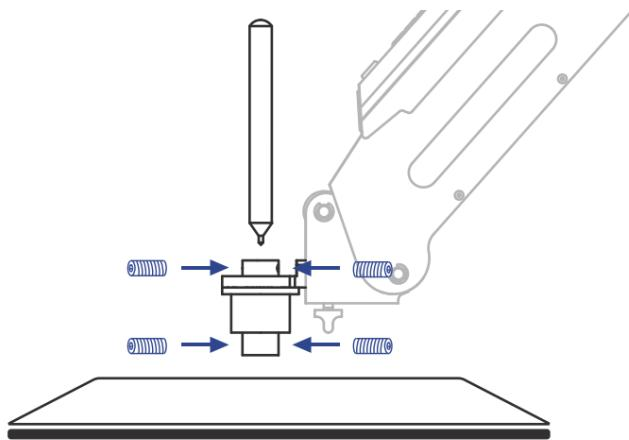

图 5.38 更换笔
如果要更换笔，则用 1.5mm 内六角扳手拧松夹笔器上的四颗 M3*5 基米螺丝进行更换，如图 5.38 所示。
1. 在连接DobotStudio时会弹出“工具选择”对话框，我们需在下拉框中选择“DobotStudio”重新烧录固件，如图 5.38所示，并单击“确认”。